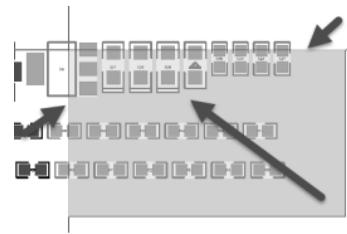

图 9-20 从下往上选择
(3) 在右下角按住鼠标左键，向左上角拖动鼠标，框选矩形框所碰到的对象都会被选中，如图 9-20 所示，和框选搭边的元件也被选中了。